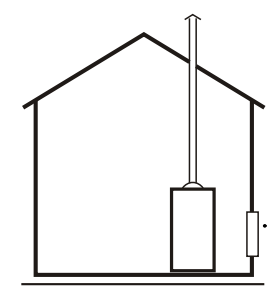

Fig.9
de ventilación al exterior y un adecuado ingreso de aire para la combustión (Figs. 9, 10 y 11).
* La tubería de ventilación debe instalarse verticalmente y con la parte superior sobrepasando el edificio, es decir, con el sombrerete a los cuatro vientos (Fig. 9).